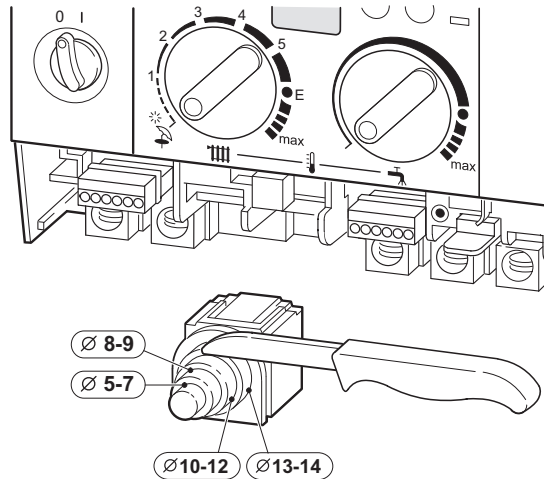

Bild 18
- ▶ Für Spritzwasserschutz (IP): Das Loch für die Kabeldurchführung entsprechend dem Durchmesser des Kabels wählen (→ Bild 18).